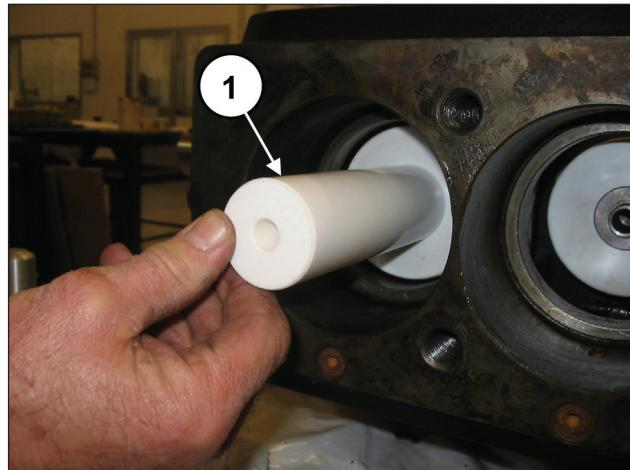
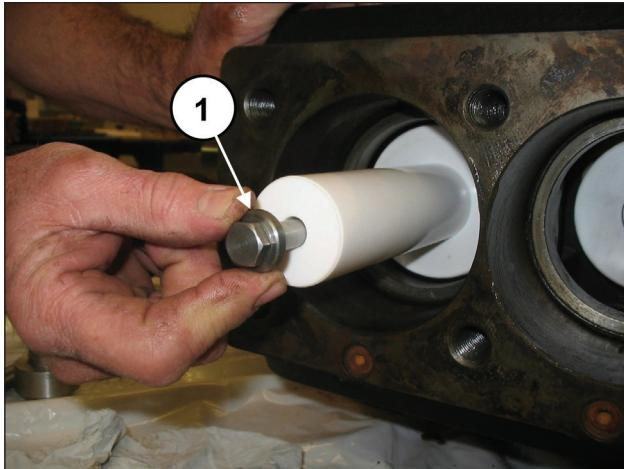

图182
图183
将活塞安装在相应的导承上（部件号①，图182）并固定，如①，图183所示。